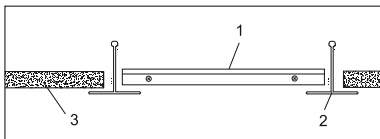

Рисунок 3
4.2.3 Встраиваемый монтаж осуществляется следующим образом (см. рисунок 3): светодиодную панель (1) установить на место потолочной плиты 600х600 мм (3) в межпотолочное пространство между направляющими (2) потолка «Armstrong», как показано на рисунке 3.